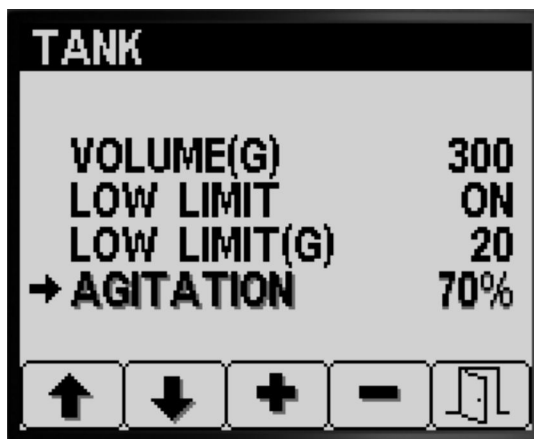

Bild 15
4. Drücken Sie Taste 1 oder 2, um auf die Option AGITATION zu navigieren (Bild 15).
5. Drücken Sie Taste 4, um den Eintrag AGITATION auszuwählen (Bild 15).
6. Achten Sie auf das armaturenbrettmontierte Druckmanometer und drücken Sie Taste 3 oder 4, um den voreingestellten Wert zu erhöhen oder zu verringern, bis der Sprühdruk dem anfänglichen, voreingestellten Rührerwert entspricht, den Sie in Schritt 2 berechnet haben (Bild 15).